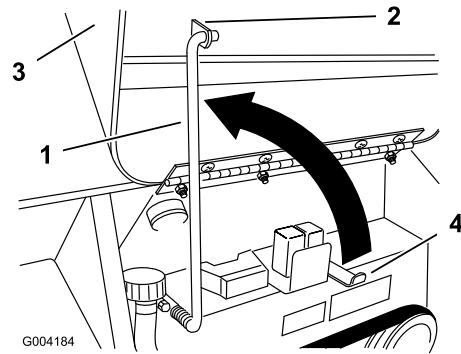

Figura 26
4. Suba la varilla de soporte y engánchela en el soporte del capó (Figura 26).